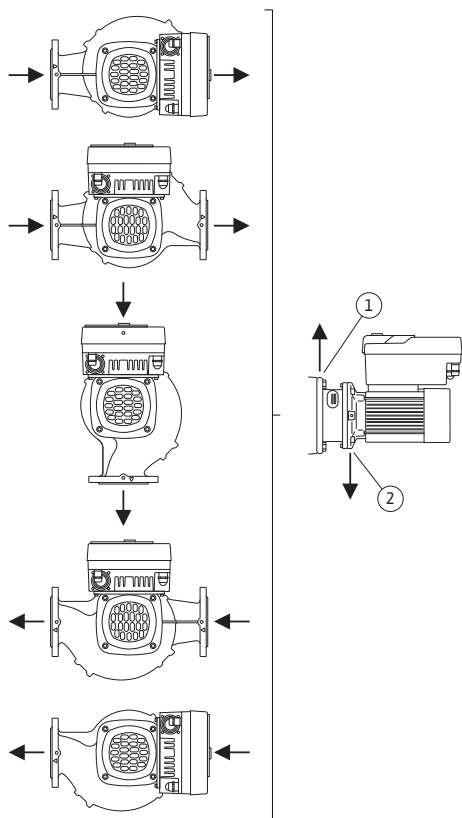

Fig. 17: Leistinos montavimo padėtys su horizontaliu velenu
- Kondensato anga varikliams su horizontaliu variklio velenu turi būti apačioje (Fig. 17, poz. 2). Jei reikia, pasukite variklį.